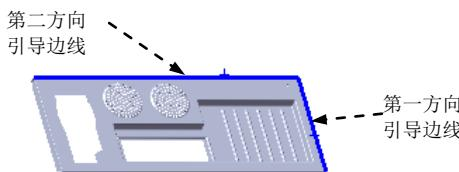

图 17.7.77 选取阵列引导边线
(1) 选择命令。选择下拉菜单 **插入(I)** → **阵列/镜向(E)** → **线性阵列(L)...** 命令, 系统弹出“线性阵列”对话框。
(2) 定义阵列源特征。单击 **要阵列的特征(E)** 区域中的文本框, 选取设计树中的孔 2 作为阵列的源特征。
(3) 定义阵列参数。
① 选取图 17.7.77 所示的边线为第一方向引导边线。在 **方向 1** 区域的 文本框中输入数值 6.0, 在 文本框中输入数值 4。
② 选取图 17.7.77 所示的边线为第二方向引导边线。在 **方向 1** 区域的 文本框中输入数值 6.0, 在 文本框中输入数值 27。
(4) 单击 按钮, 完成阵列 (线性) 2 的创建。